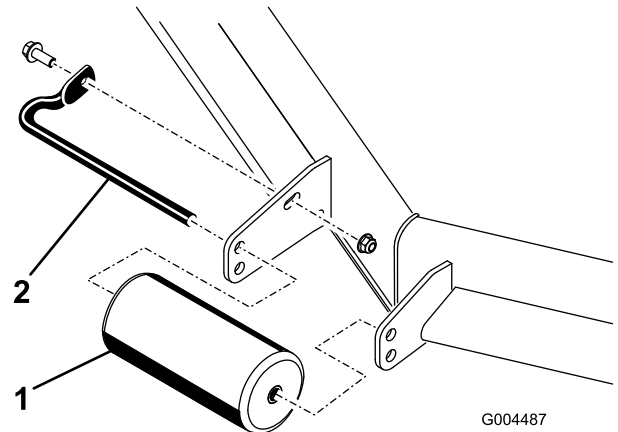
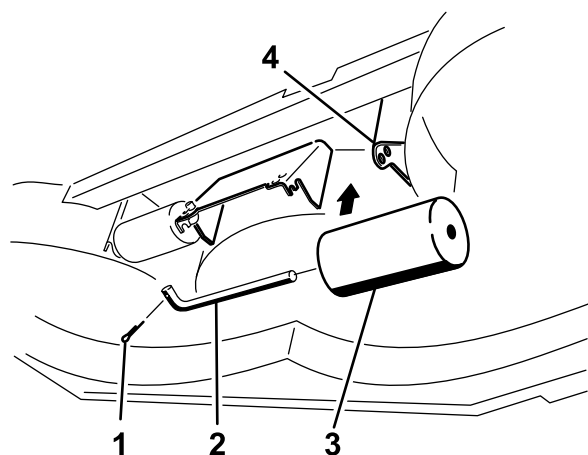

図 20
図 24
- デッキからローラをはずして希望する高さに付け直す；図 20～図 24のうち、該当するものを参照。